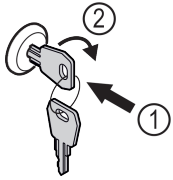

Fig. 160
- ▶ Пъхнете ключа Fig. 160 (1).
- ▶ Завъртете го на 90° по посока на часовниковата стрелка Fig. 160 (2).